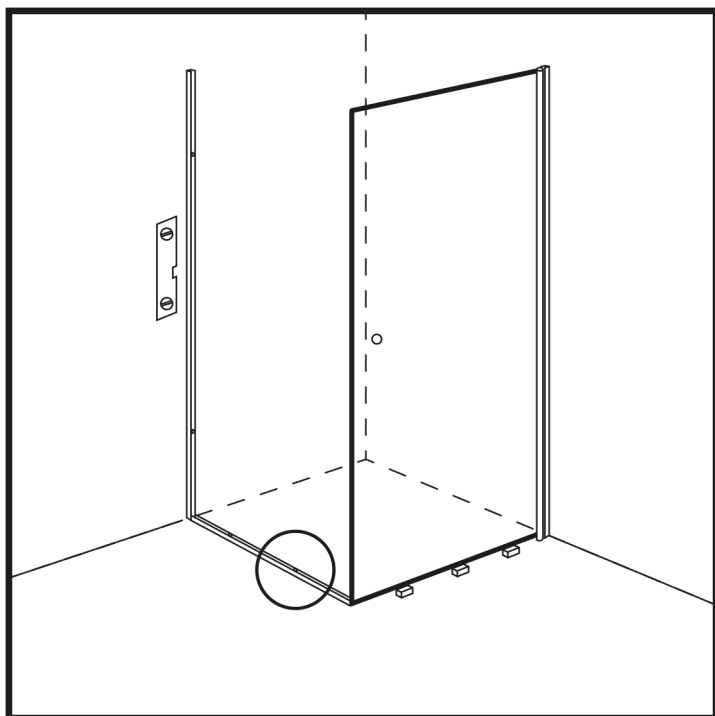

Abbildung 11
23. Legen Sie die kürzere U-Leiste auf den Boden, mit dem Ende gegen die U-Leiste an der Wand und parallel zur gegenüberliegenden Wand. (Abbildung 11)